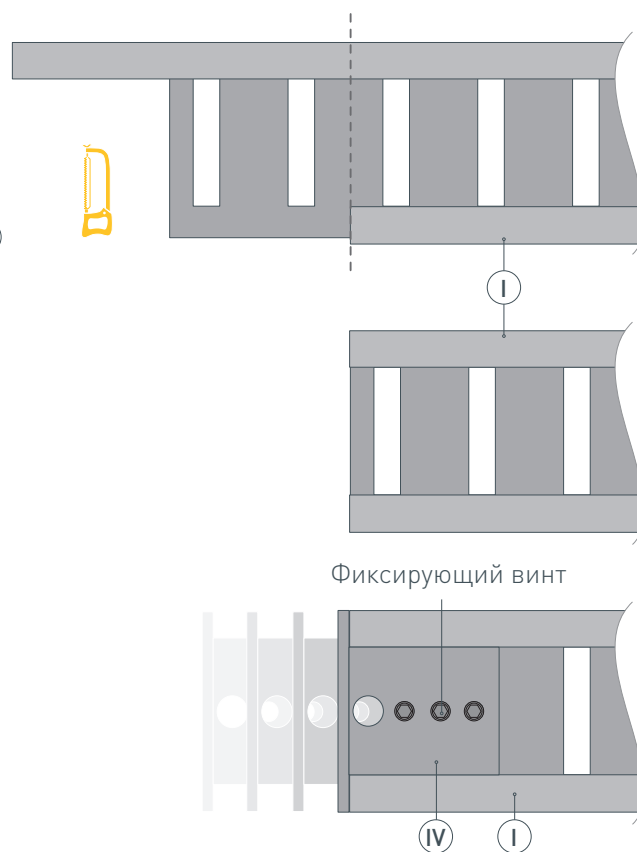

Рис. 4. Обрезка лишних частей профиля **I** и установка заглушки. Вид сверху
- 3 /** При помощи ножовки по металлу уберите лишние части внутреннего профиля и внешних стенок, которые образовались при создании дуги на том конце профиля **I**, где не установлена заглушка, чтобы все части конструкции шли вровень, как показано на рис. 4. Установите на профиль **I** вторую заглушку **IV** и при помощи шестигранного ключа зафиксируйте ее винтами из комплекта заглушек **IV**.